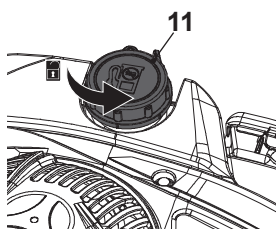

Fig. 7
3. Desenrosque y retire el tapón del depósito de combustible (11) (fig. 7).